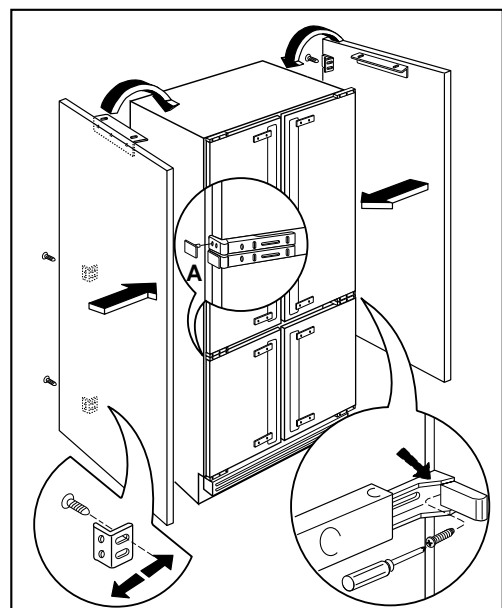

Fig. 4
- Monter les panneaux sur l'appareil (Fig. 4).
- Fixer les panneaux à l'avant. Si on utilise des panneaux de moins de 20 mm d'épaisseur, il faut intercaler les plaquettes de compensation **A**, dont l'appareil est équipé, à côté des charnières (Fig. 4).